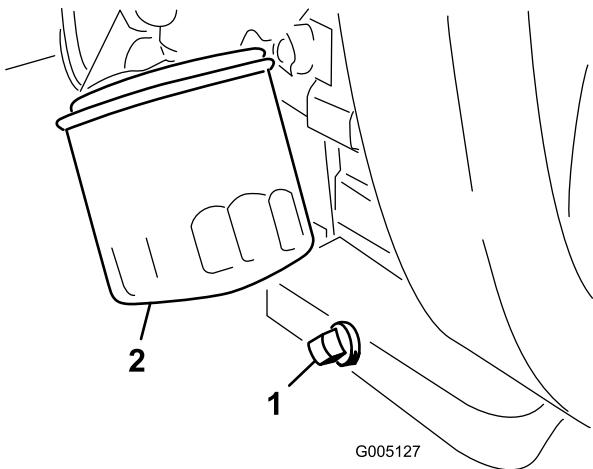

Bild 34
1. Entfernen Sie die Ablassschraube (Bild 34) und lassen das Öl in ein Auffanggefäß ab. Schrauben Sie die Ablassschraube wieder ein, nachdem das Öl abgelaufen ist.
1. Entfernen Sie den Ölfilter (Bild 34). Ölen Sie die neue Dichtung am Ölfilter leicht mit frischem Öl ein.